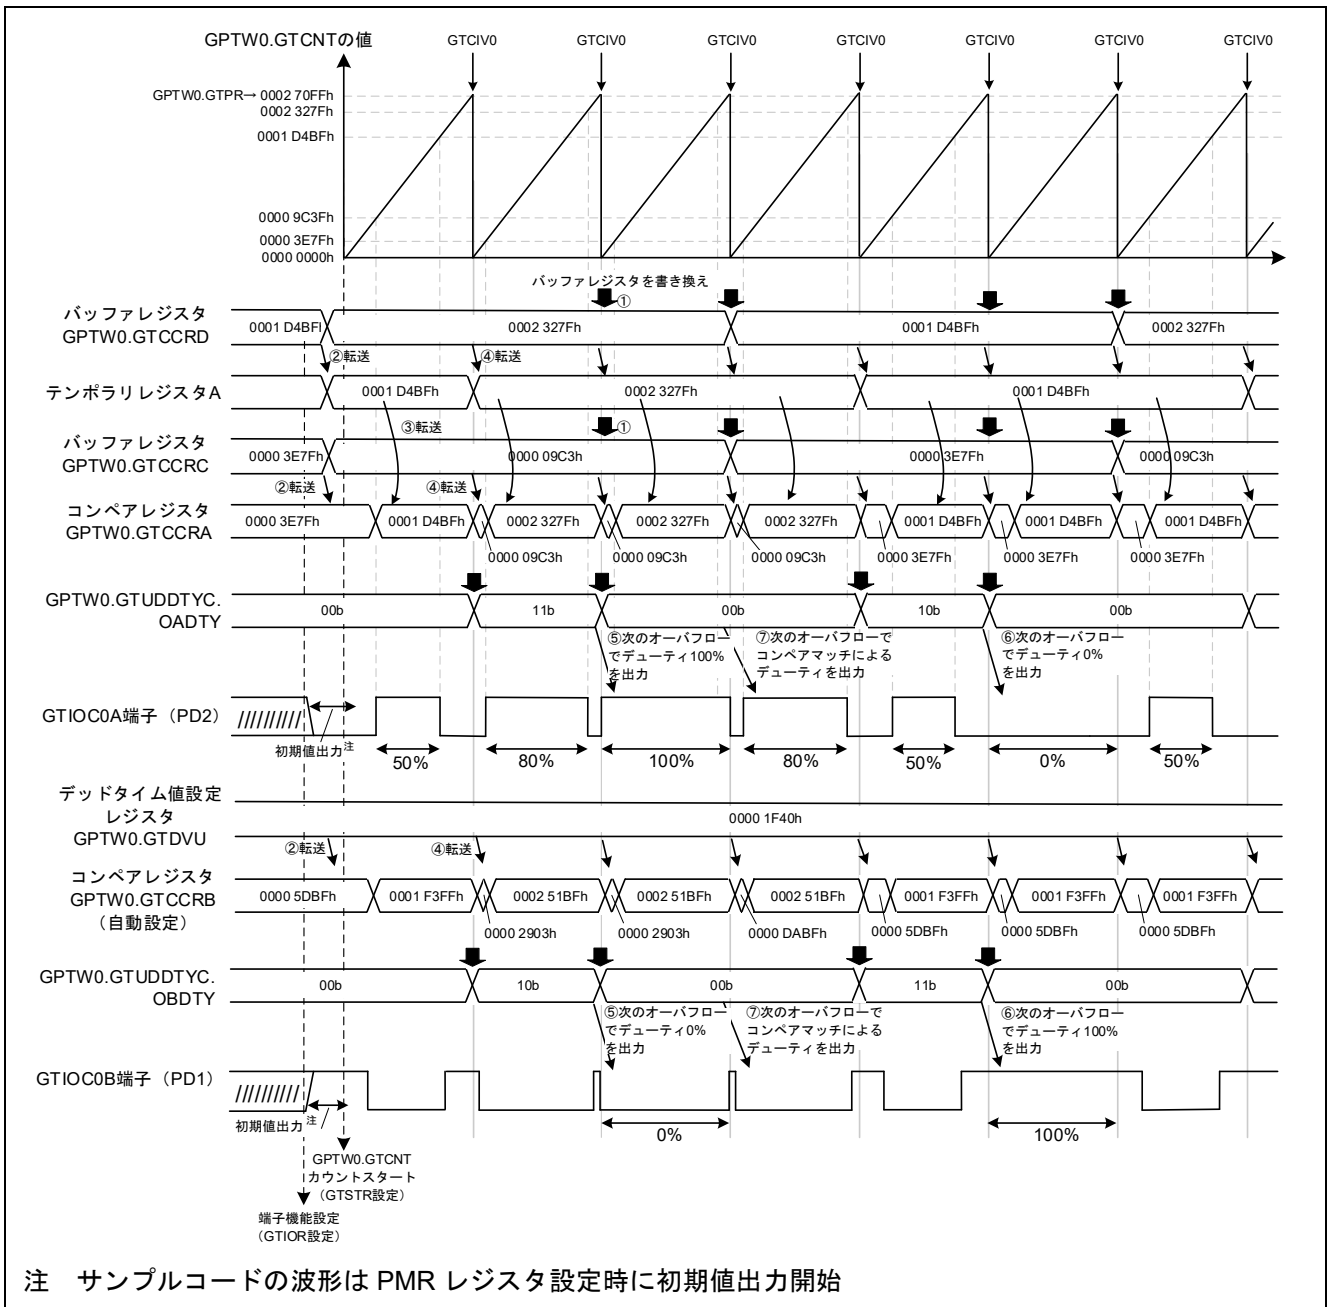

図 4-89 サンプルコードの動作
- デューティの変更タイミングの詳細は図 4-89 を参照
本サンプルコードの動作を図 4-89 に示します。周期ごとにデューティの設定を変更するため、GTCNT カウンタのオーバーフロー割り込み (GTCIV0) でバッファレジスタ GTCCRC、GTCCRD の値を書き換えま
す (図 4-89 ①)。
本サンプルコードでは、スマート・コンフィグレータを使用し生成したコードのバッファレジスタ初期値はコンペアレジスタと同じ値が設定されます。そのため、カウント開始前にユーザ初期化関数 R\_Config\_GPT0\_Create\_UserInit にてバッファレジスタ値を設定しています。設定したレジスタ値は、強制バッファ転送により、バッファレジスタ GTCCRD からテンポラリレジスタ A へ転送、およびバッファレジスタ GTCCRC からコンペアレジスタ GTCCRA へ転送されます (図 4-89 ②)。
1. GTCCRA のコンペアマッチ発生時にテンポラリレジスタ A からコンペアレジスタ GTCCRA に転送されます (図 4-89 ③)。
2. GTCNT カウンタのオーバーフロー発生時に、バッファレジスタ GTCCRD からテンポラリレジスタ A へ転送、およびバッファレジスタ GTCCRC からコンペアレジスタ GTCCRA へ転送されます (図 4-89 ④)。
- デューティ 100%の出力 (図 4-89 ⑤)
- デューティ 0%の出力 (図 4-89 ⑥)
- デューティ 100%および 0%からの切り替え (図 4-89 ⑦)